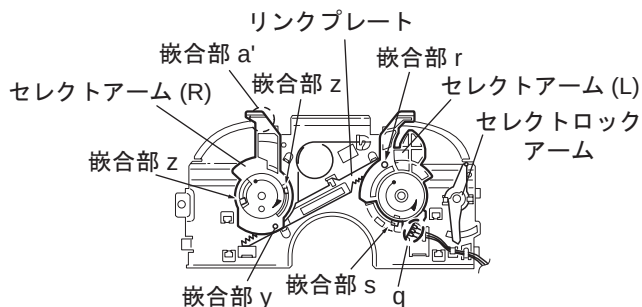

図 21
3.2.11 セレクトアーム (L), セレクトロックアームの外し方 (図 21, 22 参照)